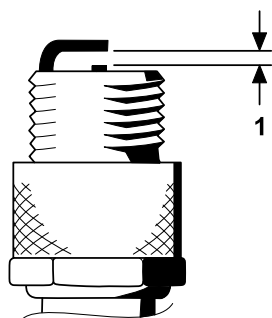

图 42
- 如图 42所示将中心电极与侧电极之间的空隙设置为 0.76mm。